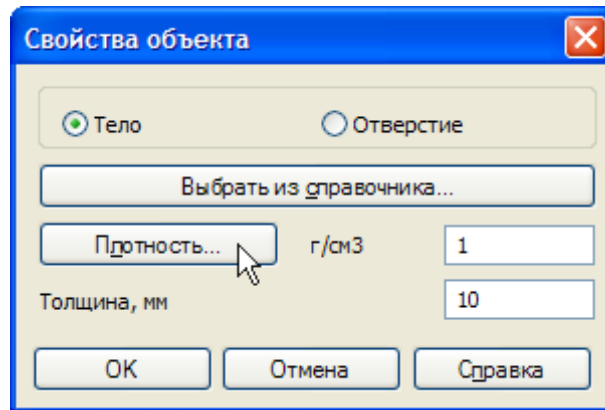

Рисунок 19.
- Для выбора материала нажмите кнопку Плотность (рис. 19).